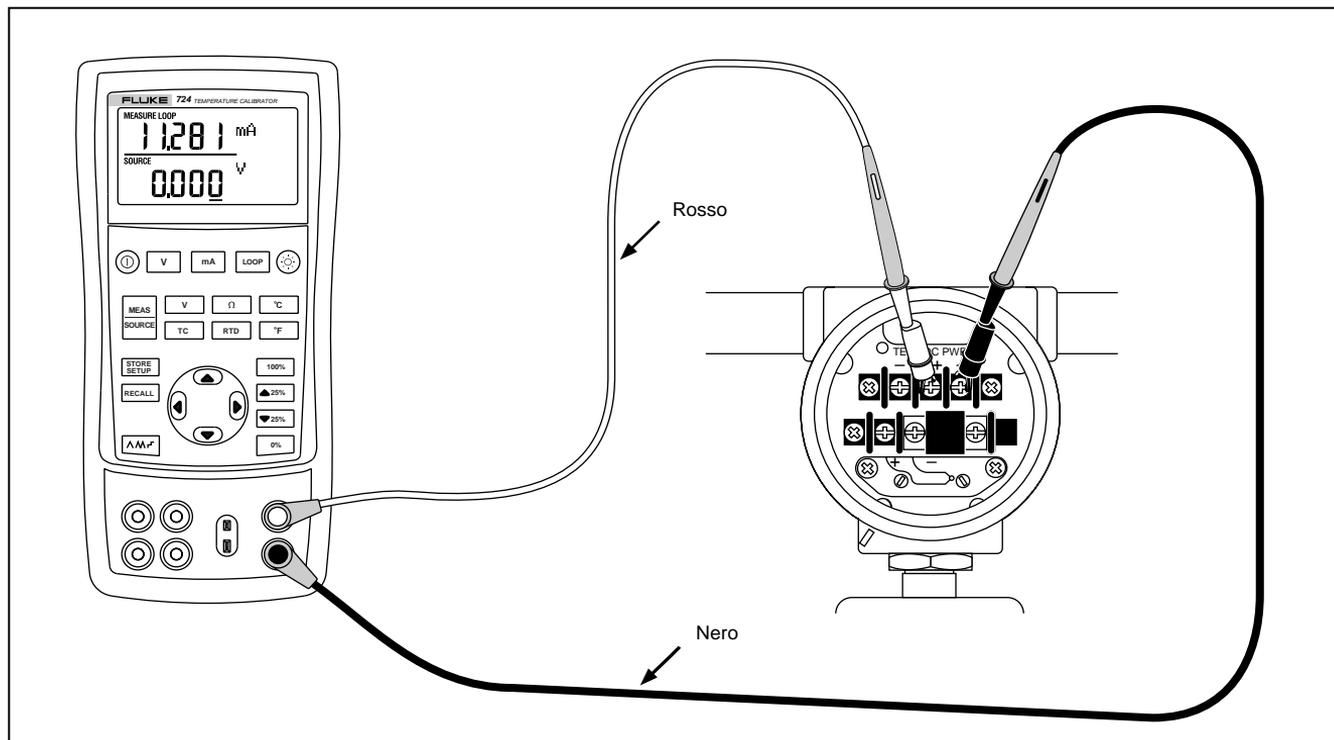

Figura 8. Connessioni per l'alimentazione della corrente di anello
1. Collegare il calibratore ai terminali dell'anello di corrente del trasduttore, come indicato nella figura 8.